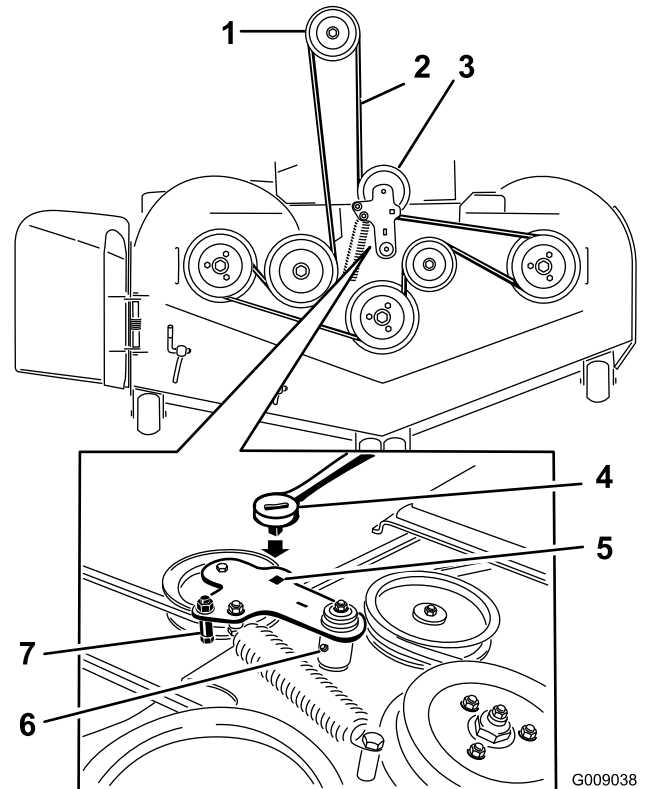

**Figura 75**
4. Retire las cubiertas de la correa (Figura 75).